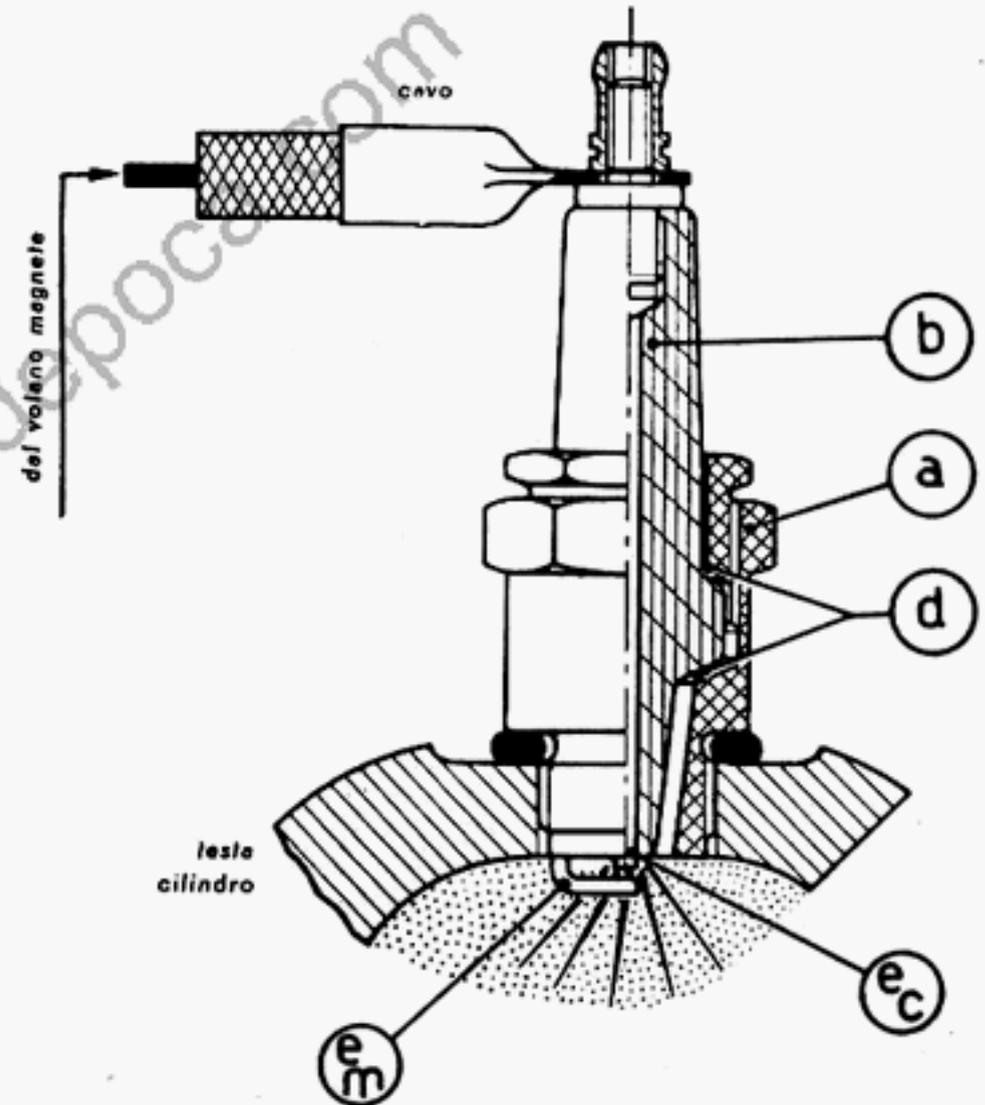

Fig. 14
Ogni 5000 Km di percorrenza effettuati dalla motoleggera, corrispondenti in media a 100 ore di funzionamento del magnete alternatore, si controllino le condizioni del ruttore verificando, attraverso le apposite finestrelle esistenti sul volano, l'apertura massima dei contatti la quale deve corrispondere ai dati prescritti. Qualora questa dovesse risultare maggiore o minore si passi alla sua regolazione agendo con un cacciavite sull'apposita vite eccentrica (E) (fig. 14) previo allentamento della vite di bloccaggio (B) della squadretta